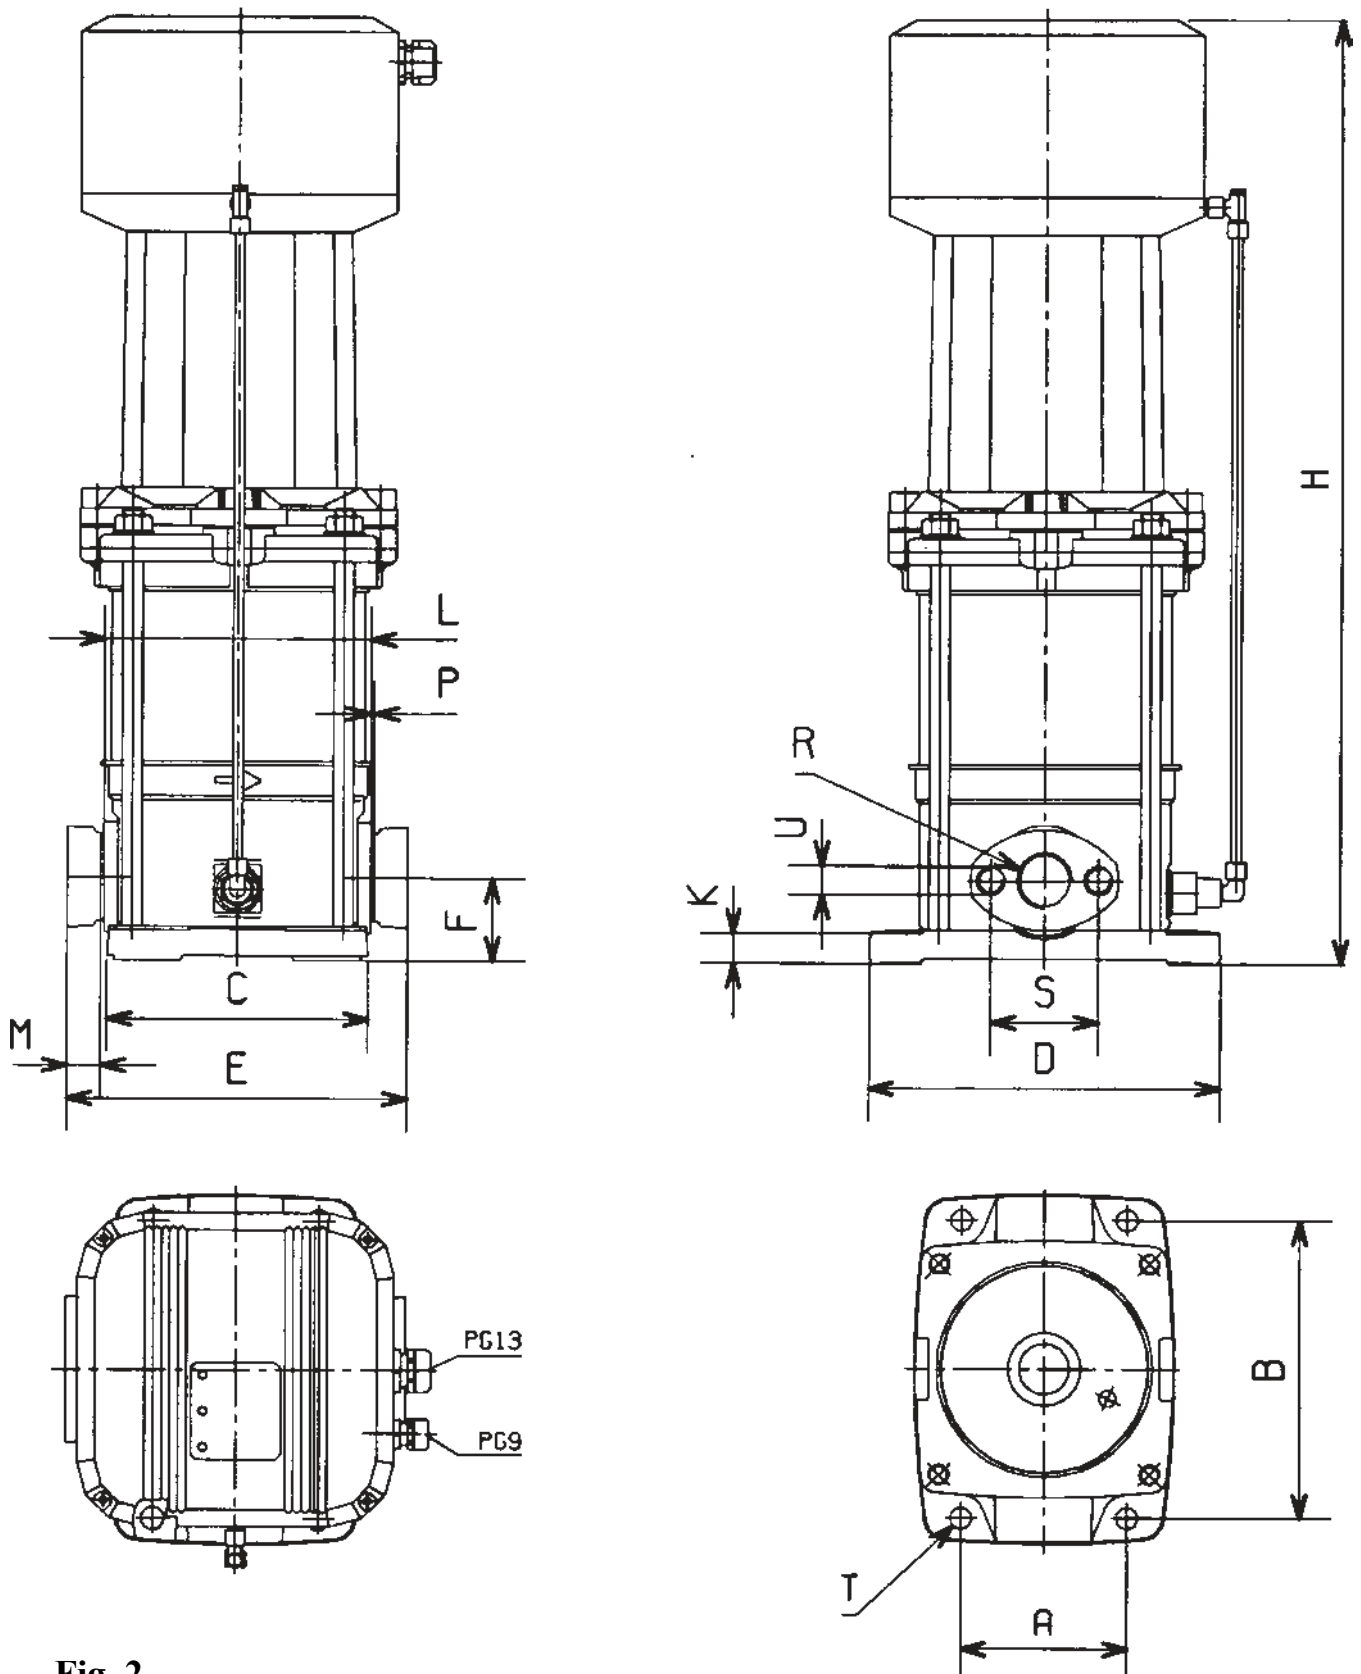

Fig. 2
- Монтажные и присоединительные размеры Вы найдёте в таблице 2 П. 1.2.1 и на fig . 2.